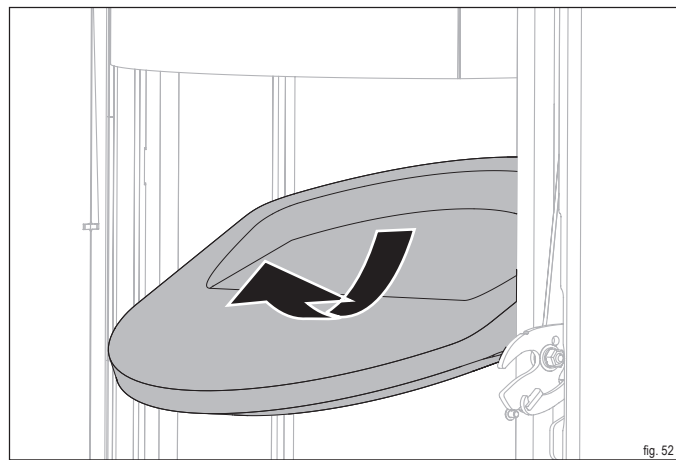

fig. 52
- ▶ Estrarre con cautela la pietra termica superiore dal supporto come raffigurato (fig. 52).